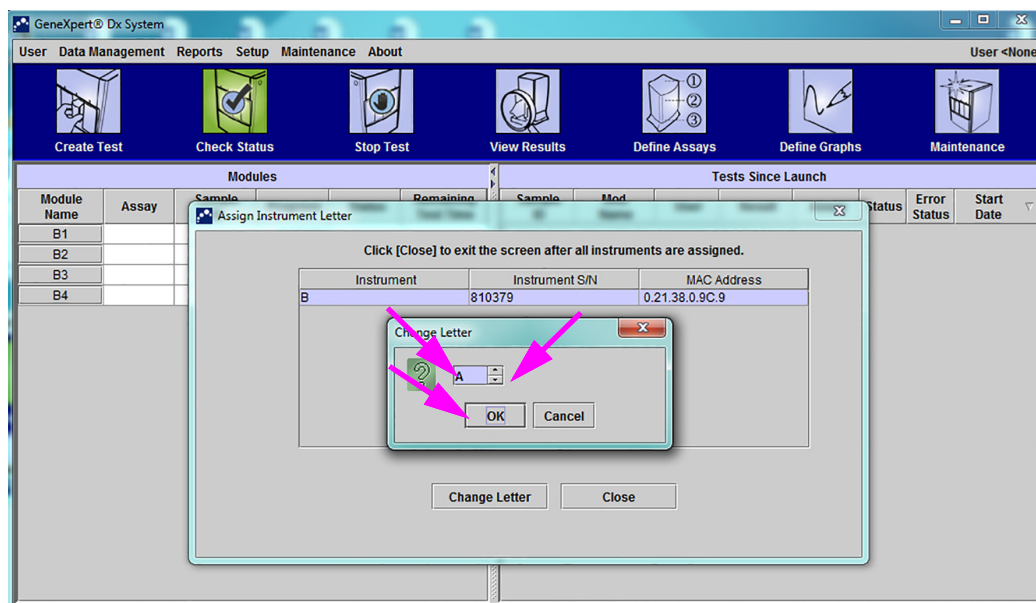

Figura 2-58. Fereastra sistemului GeneXpert Dx cu caseta de dialog Modificare literă suprapusă
Apare caseta de dialog Modificare literă (Change Letter), așa cum se arată în Figura 2-58. Selectați litera care va fi atribuită modulului (modulelor) utilizând săgețile sus și jos din caseta de dialog Modificare literă (Change Letter).
6. După modificarea literei alocate, faceți clic pe **OK** (consultați Figura 2-58).